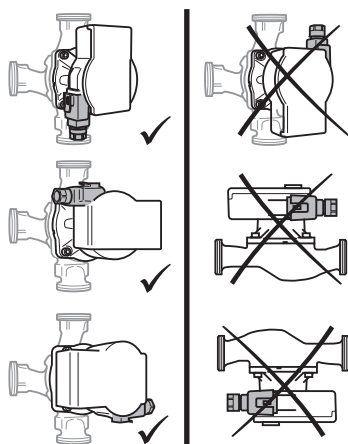

Fig. 2: Paigaldusasendid
- Paigalduskoht tuleb valida vastavalt lubatud paigaldusasendile (Fig. 2).
- Jälgida lubatud paigaldusasendit (Fig. 2), vajadusel keerake mootori pead (2+6).